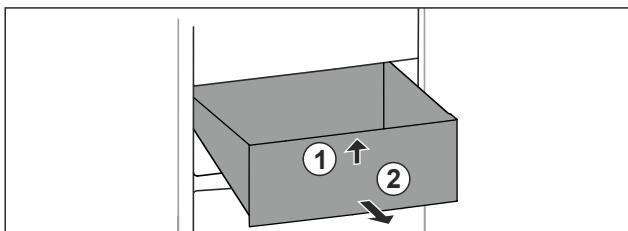

Fig. 72
- ▶ Приподнимите выдвижной ящик спереди. Fig. 72 (1)
- ▶ Извлеките выдвижной ящик движением вперед. Fig. 72 (2)